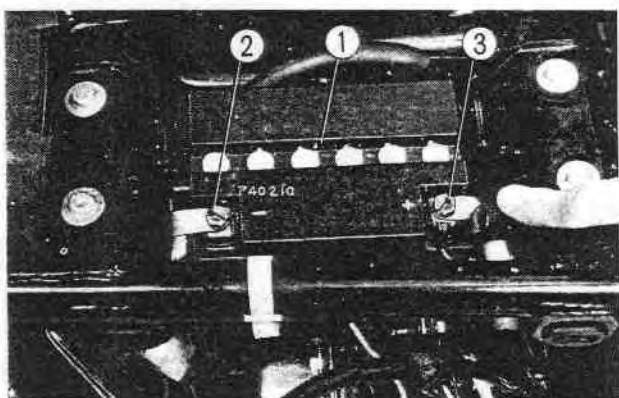

Fig. 10-1 ① Batterie ② Borne négative ③ Borne positive
2. Débrancher les câbles de batterie en commençant par la borne négative. (Fig. 10-1)